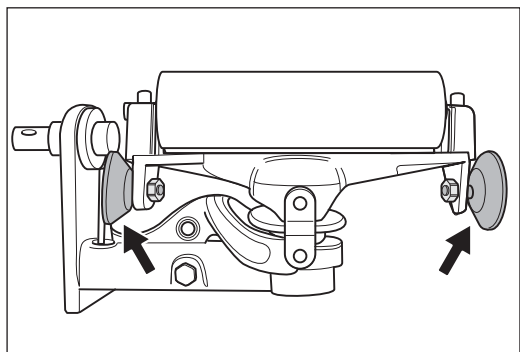

Abb. 37 Die Leitrollen müssen leicht drehbar sein! Feststehende Leitrollen müssen ersetzt werden!
- Die beiden Leitrollen am Aggregatoberteil müssen leicht drehbar sein (Abb. 37)! Ansonsten müssen sie unbedingt durch neue ersetzt werden (Artikel-Nr. in Abschnitt 11, Ersatzteile)!